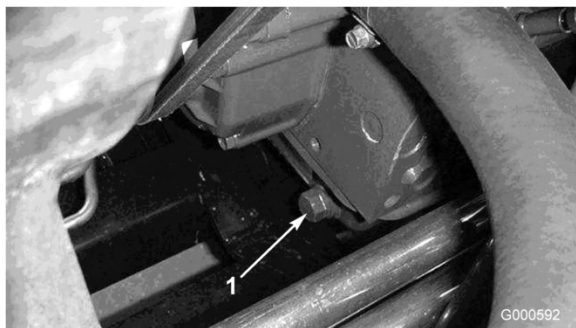

Figura 34
1. Retire el tapón de vaciado trasero (Figura 34) y deje fluir el aceite a un recipiente apropiado. Cuando el aceite deje de fluir, coloque el tapón de vaciado.